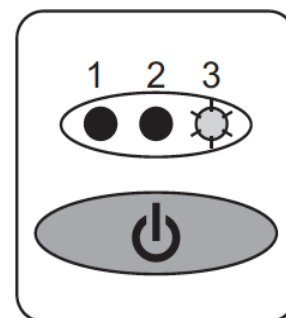

Рис.9.1
2) Нажмите кнопку выключателя один раз. Включится в непрерывном режиме индикатор 3 зеленого цвета. Ингалятор готов к работе. (Рис.9.1)